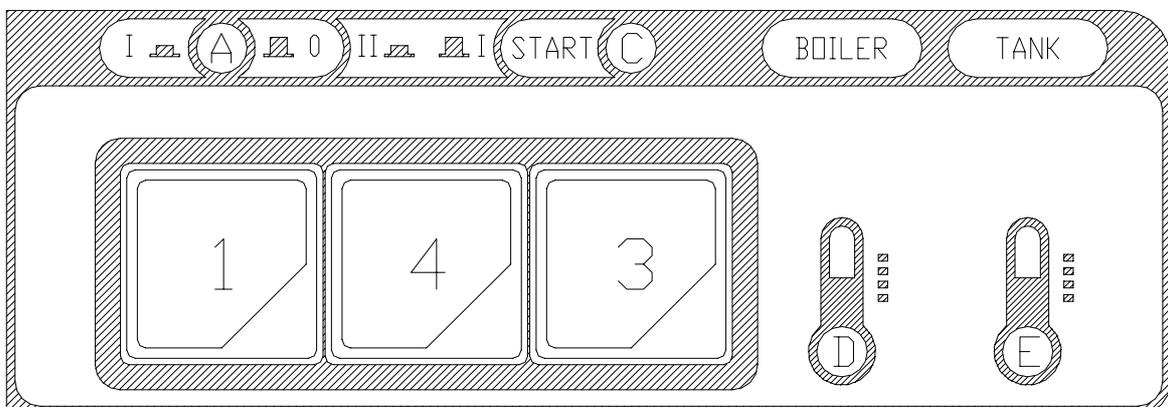

Fig. 3-2
- When the water intake cycle is complete, open the door (I) and add detergent (about 2 g. per litre of tub capacity). Position the full basket (L) and close the door (I). Select the appropriate washing cycle by pressing button (4) (short cycle (II) button pressed ÷ long cycle (I) button not pressed). Now press the START button (3) (at least for 2 seconds) and the wash cycle displayed by light (C) will start. When the cycle is over, this light goes out. To turn off the appliance, turn the switch (1) to (0). Light (A) indicates the appliance is off (Fig.3-2÷3-3).
**N.B.:** *It is recommended to start the wash cycle when both ligh of the heating elements, boiler (D) and tub (E) are off, as indicated at point 3.1 Start up.*
- When the water intake cycle is complete, open the door (I) and add detergent (about 2 g. per litre of tub capacity). Position the full basket (L) and close the door (I). Select the appropriate washing cycle by pressing button (4) (short cycle (II) button pressed ÷ long cycle (I) button not pressed). Now press the START button (3) (at least for 2 seconds) and the wash cycle displayed by light (C) will start. When the cycle is over, this light goes out. The first washing stage will be carried out automatically, followed by partial tub drainage and a hot rinse. To turn off the appliance, turn the switch (1) to (0). Light (A) indicates the appliance is off (Fig.3-2÷3-3).
- Nach erfolgter Füllung die Tür (I) öffnen und das Spülmittel einfüllen (ca. 2g/l Fassungsvermögen des Spülbehälters). Den gefüllten Geschirrkorb (L) einsetzen und die Tür (I) schließen. Das Programm durch Drücken des Druckknopfes (4) wählen (kurzer Spülgang (I) Taste gedrückt ÷ langer Spülgang (II) Taste losgelassen). Nun die START-Taste (3) mindestens 2 Sekunden lang drücken, und das Spülprogramm beginnt, die Kontrolllampe (C) leuchtet auf und am Programmende erlischt die Kontrolllampe. Um das Gerät auszuschalten, muß der Schalter (1) auf die Position (0) gestellt werden, die Kontrolllampe (A) erlischt. (Bild.3-2÷3-4).
**N.B.:** Es wird empfohlen, den Arbeitszyklus erst zu starten, wenn die Kontrolllampen der Heizelemente Boiler (D) und Bottich (E) erlöschen, wie in Punkt 3.1 Inbetriebnahme angezeigt.
- Nach erfolgter Füllung die Tür (I) öffnen und das Spülmittel einfüllen (ca. 2g/l Fassungsvermögen des Spülbehälters). Den gefüllten Geschirrkorb (L) einsetzen und die Tür (I) schließen. Das Programm durch Drücken des Druckknopfes (4) wählen (kurzer Spülgang (I) Taste gedrückt ÷ langer Spülgang (II) Taste losgelassen). Nun die START-Taste (3) mindestens 2 Sekunden lang drücken, und das Spülprogramm beginnt, die Kontrolllampe (C) leuchtet auf und am Programmende erlischt die Kontrolllampe. So werden zunächst das Hauptspülen, dann das Teil-Entleeren des Spülbehälters und schließlich das Warmspülen automatisch durchgeführt. Um das Gerät auszuschalten, muß der Schalter (1) auf die Position (0) gestellt werden, die Kontrolllampe (A) erlischt. (Bild.3-2÷3-4).
- Após o enchimento abrir a porta (I) e adicionar o sabão (cerca de 2 gramas para cada litro de capacidade da máquina). Colocar o cesto (L) cheio com a louça e fechar a porta (I). Selecionar o ciclo de lavagem apertando o botão (4) (ciclo breve (II) tecla acionada ÷ ciclo longo (I) tecla desligada). A partir deste ponto, acionar o botão START (3) (pelo menos por 2 segundos) e iniciar o ciclo de lavagem, cujo funcionamento será indicado pela luz (C); ao final do ciclo a luz anteriormente indicada se apagará. Para desligar a máquina basta acionar o interruptor (1) até a posição 0 e assim a luz (A) se apagará (Fig.3-2÷3-4).
**N.B.:** Aconselha-se iniciar o ciclo de lavagem quando ambas as luzes das resistencias boiler (D) e cuba (E), apagam-se, como indicado no ponto 3.1. funcionamento.
- Após o enchimento abrir a porta (I) e adicionar o sabão (cerca de 2 gramas para cada litro de capacidade da máquina). Colocar o cesto (L) cheio com a louça e fechar a porta (I). Selecionar o ciclo de lavagem apertando o botão (4) (ciclo breve (II) tecla acionada ÷ ciclo longo (I) tecla desligada). A partir deste ponto, acionar o botão START (3) (pelo menos por 2 segundos) e iniciar o ciclo de lavagem, cujo funcionamento será indicado pela luz (C); ao final do ciclo a luz anteriormente indicada se apagará. Automaticamente iniciará a fase de lavagem e em seguida a de descarga de água da cuba e enfim o enxague a quente. Para desligar a máquina basta acionar o interruptor (1) até a posição 0 e assim a luz (A) se apagará (Fig.3-2÷3-4).